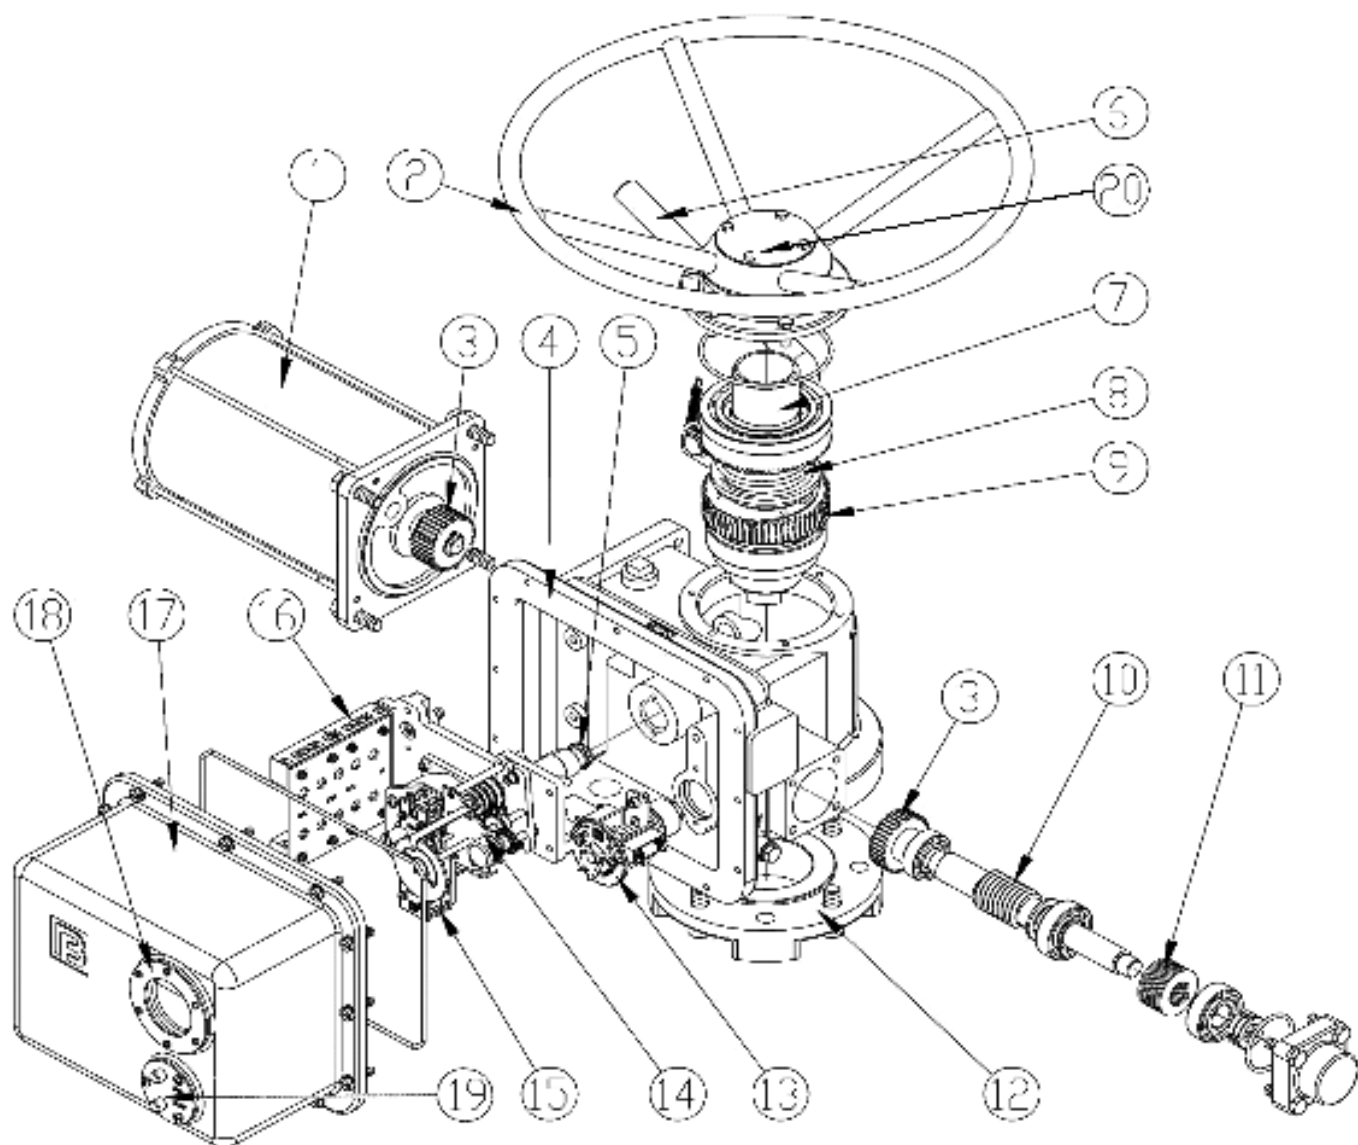
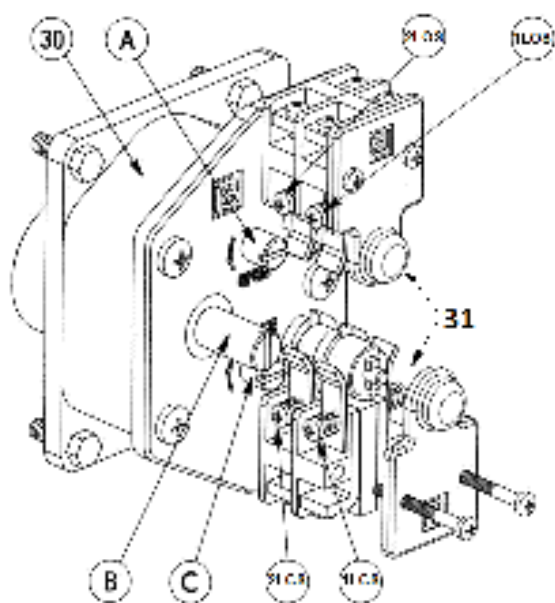

Рис.1 Электроприводы серии ГЗ-А, ГЗ-Б
Рис. 2 Ограничитель хода выходного вала
## 2.1 Электроприводы серии ГЗ-А, ГЗ-Б (рис. 1)
**Ограничитель хода выходного вала** состоит из редуктора 30 (рис. 2) и роторного механизма микровыключателей.
**Двухсторонняя муфта ограничения крутящего момента** (13) (рис. 1) состоит из червячного вала (10), сбалансированного по осевым перемещениям тарельчатыми пружинами (11) и ограничителя крутящего момента с пластиной С (рис 3).
**Индикатор положения затвора арматуры (15)** (рис. 1) состоит из набора установочных шестерен, омического датчика (опционально) (40), регулируемых дисков с указателем положения затвора (47, 48). На стержне (42) имеется 4 зубчатых зацепления, позволяющих фиксировать шестерню (43), для трехступенчатой индикации положения затвора арматуры.
Вращение от электродвигателя (1) (рис.1) через прямозубую цилиндрическую шестерню (3) передаётся на червячный редуктор (9, 10), который обеспечивает вращательное движение выходного вала (7) и через кулачковую муфту преобразуется в поступательное движение штока затвора арматуры.
Ограничитель хода выходного вала (рис. 2) через переходной вал (5) (рис. 1) механически связан с выходным валом электропривода. После надлежащей настройки ограничитель хода выходного вала соответствует определенным положениям затвора. При достижении затвором арматуры этих положений срабатывают соответствующие микровыключатели, отключая электропитание электродвигателя.
Индикатор положения затвора арматуры (15) (рис. 1) механически связан с валом ограничителя хода выходного вала. После надлежащей настройки указания индикатора соответствуют определенным положениям затвора арматуры независимо от режима работы электропривода – ручного или электрического.